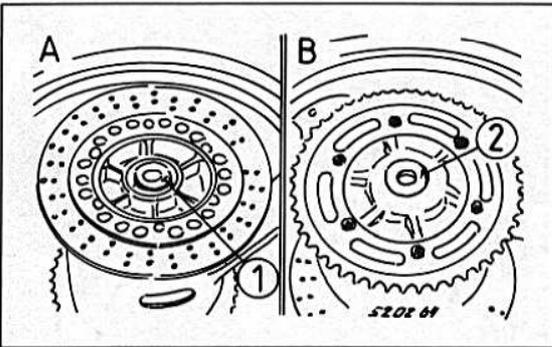

Bild 277
- Die Kronenmutter immer mit einem neuen Splint versehen (Bild 277).